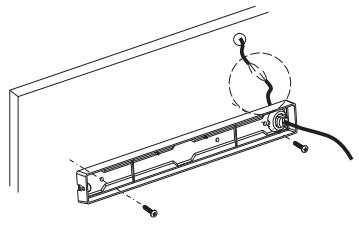

Figure : 2
5. (Si nécessaire) branchez le câble d'alimentation à la prise (figure 2)